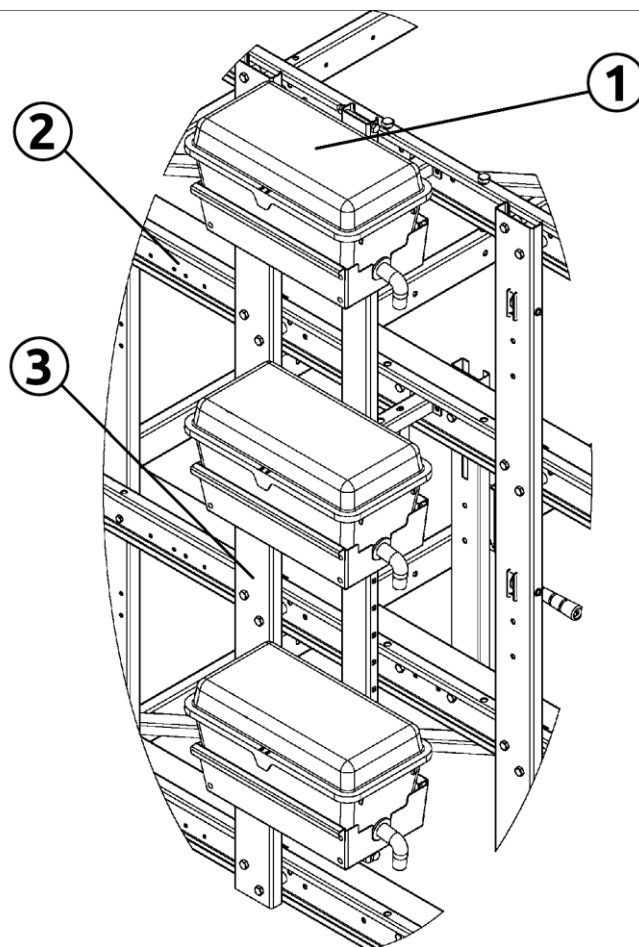

Рисунок 2.3
В качестве устройства регулировки уровня водяного столба (рис. 2.3) в линии поения применяются бачки линии поения (1) с выводом воды на 2 линии. Бачки устанавливаются в натяжных (передних) станциях клеточных батарей (2), в специально спроектированном узле подъема бачков (3).